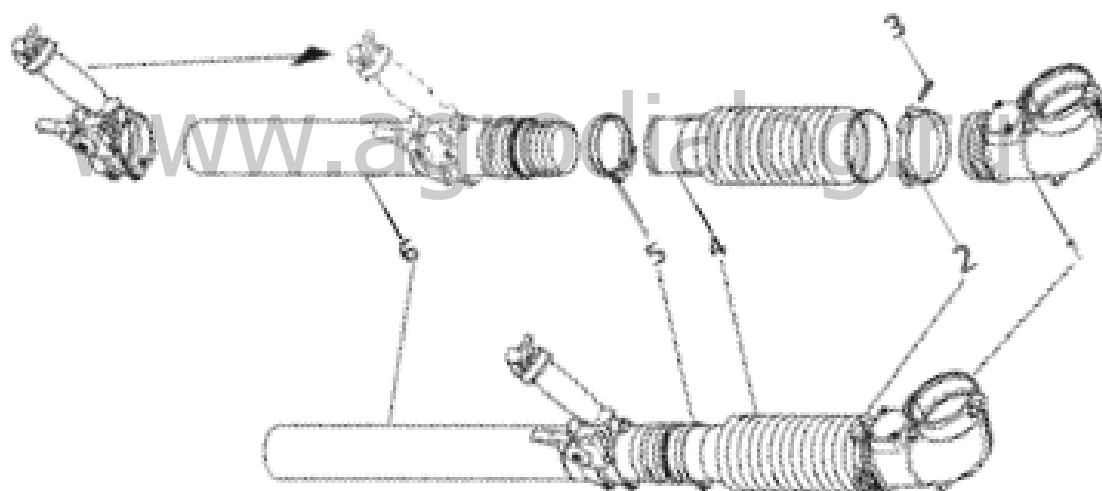
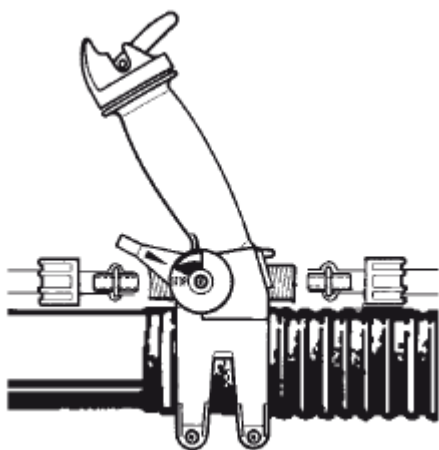

Рис.1
Рис.2
Мотораспылитель собирается в последовательности, указанной в настоящем руководстве при соблюдении безопасности и всех мер предосторожности. (Рис.1)
Направив колено нагнетателя (1) вперед, в направлении распыления, подсоедините его к корпусу нагнетателя, зафиксировав двумя винтами (рис.1). Обратите внимание на некоторую способность к вращательным движениям. Подсоедините гофрированный шланг к колену нагнетателя и зафиксируйте его с помощью хомута (2). Далее соедините удлинительную трубку (6) с гофрированной трубой (4) и закрепите их хомутом (5). На удлинительную трубку оденьте управляющую ручку, закрепите ее. Соедините с муфтой управляющей ручки силиконовые шланги.(рис.2)